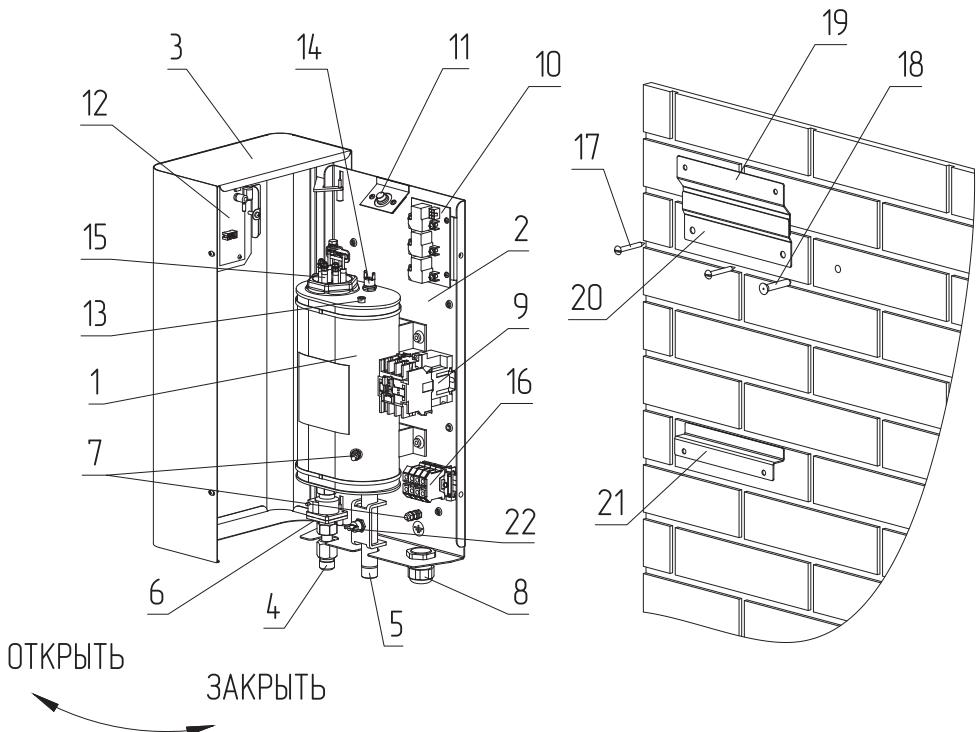
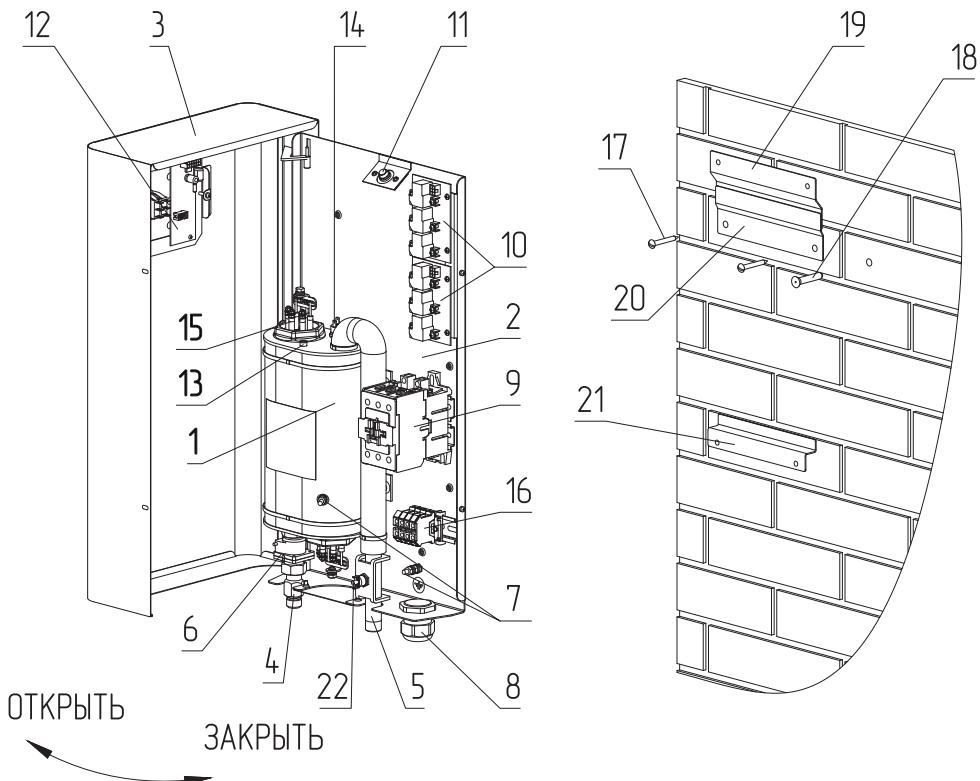
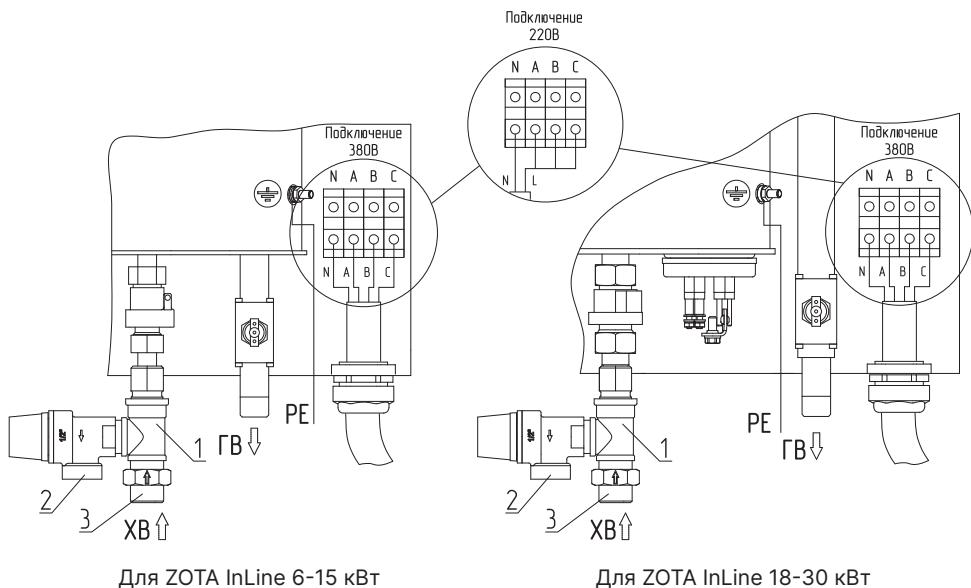

Рис.1 Устройство электроводонагревателя ZOTA InLine 6-15 кВт
Рис.2 Устройство электроводонагревателя ZOTA InLine 18-30 кВт
Рис.3 Схема подключения электроводонагревателя ZOTA InLine
Водонагреватель устанавливается в вертикальном положении, как показано на **Рис.1, Рис.2**. Водонагреватель также можно установить в горизонтальном положении.
- открутить винты крепления блока управления (**Рис.1, Рис.2, поз.12**);
- закрепите кронштейны (**Рис.1, Рис.2, поз.19, поз.21**) на основании водонагревателя с помощью винтов M6x10 с шайбами, как показано на **Рис.1, Рис.2**. При установке электроводонагревателя в горизонтальном положении кронштейны установить на основание с поворотом на 90°;
- закрепите кронштейн настенный (**Рис.1, Рис.2, поз.20**) на вертикальной поверхности в необходимом месте с помощью шурупов с пластиковыми дюбелями;
- установите на него водонагреватель, как показано на **Рис.1, Рис.2**;
- откройте кожух (**Рис.1, Рис.2, поз.3**), как показано на **Рис.1, Рис.2**, предварительно выкрутив два винта крепления кожуха;
- установите комбинированный предохранительный клапан из комплекта поставки на парубок входа воды (**Рис.1, Рис.2, поз.4**), как показано на **Рис.3**;
- присоединить рабочий нулевой провод на клемму нейтраль (N) электроводонагревателя;
- защитный нулевой провод (PE) подключить на болт «ЗАЗЕМЛЕНИЕ» (**Рис.3**).
По окончании монтажа и подключения к электрической сети закройте кожух (**Рис.1, Рис.2, поз.3**), как показано на **Рис.1, Рис.2** и закрутите винты крепления.
- переключите выключатель напряжения (**Рис.3, поз.1**) в положение ВКЛ, при этом он светится красным цветом;
- установите переключатель ступеней мощности (**Рис.3, поз.2**) в положение I;
При достижении скорости потока воды 2,5 л/мин датчик потока воды (**Рис.1, Рис.2, поз.6**) подает сигнал блоку управления (**Рис.1, Рис.2, поз.12**), который в свою очередь через блок силовой (**Рис.1, Рис.2, поз.10**) включает нагрев двух ТЭН. Начинает мигать индикатор температуры воды (**Рис.3, поз.4**). По умолчанию при первом запуске установлена температура 30°C.
- установите необходимую температуру при помощи кнопки (**Рис.3, поз.3**). При этом загорается соответствующий индикатор (**Рис.3, поз.4**).
- При недостаточном нагреве воды при большом разборе необходимо переключатель ступеней мощности (**Рис.3, поз.2**) переключить в положение II или отрегулировать расход воды.
При нагреве воды выше 85°C срабатывает аварийная защита по температуре, отключается нагрев и гаснут индикаторы температуры воды, в этом случае необходимо отключить электроводонагреватель от питающей сети, открыть кожух (**Рис.1, Рис.2, поз.3**) и нажать кнопку датчика перегрева (**Рис.1, Рис.2, поз.22**).
- отсоедините два разъема от блока управления (**Рис.1, Рис.2, поз.12**), установленного на передней стенке кожуха (**Рис.1, Рис.2, поз.3**);